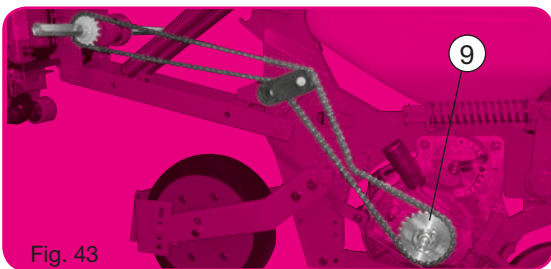

Fig. 43
- (9) Le débrayage individuel d'un élément est possible en retirant le clip (9) (ou en débranchant le tuyau d'aspiration fig. 43)
- Le montage de la chaîne d'entraînement s'effectue suivant la fig. 43.
- (9) The individual disengaging of a metering unit is possible by removing the lynch pin (9) or by disconnecting the vacuum hose (fig. 43).
- The drive chain is mounted as per fig. 43.
- (9) Das einzelne Element kann durch Herausziehen des Splintes oder durch Abnehmen des Saugschlauches abgestellt werden. (Fig. 43). Die Montage der Antriebskette erfolgt nach Abb. 43.